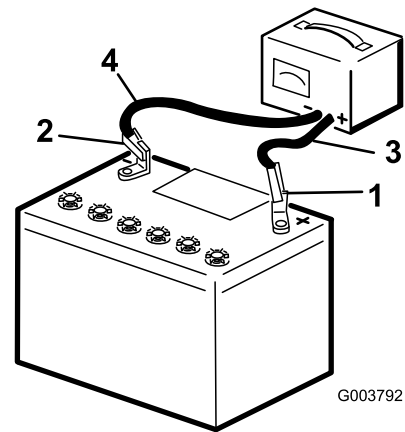

Bild 39
- Wenn die Batterie voll geladen ist, ziehen Sie den Stecker des Ladegeräts aus der Dose. Klemmen Sie dann die Klemmen des Ladegeräts von den Batteriepolen ab (Bild 39).
- Laden Sie die Batterie für 10-15 Minuten mit 25 A bis 30 A oder 30 Minuten lang mit 4 A bis 6 A (Bild 39). Überladen Sie die Batterie nicht.